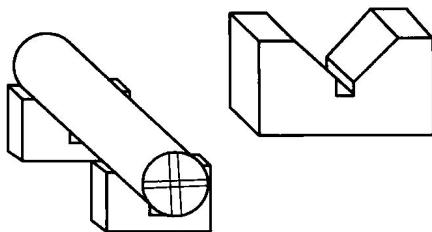

图 1-4 V 形铁支承工件
**V 形铁：**主要用来支承工件的外圆柱面，如图 1-4 所示。V 形铁相邻各边互相垂直，V 形槽为 90°。一般 V 形铁是两块为一副，其尺寸和形状完全相同。划长轴类工件的线时，工件应放置在等高的两个 V 形铁上，以保证工件轴心线与划线基面平行。